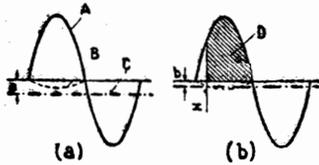

Figure 1
A) Variation du potentiel négatif de la grille (fig. 1) :